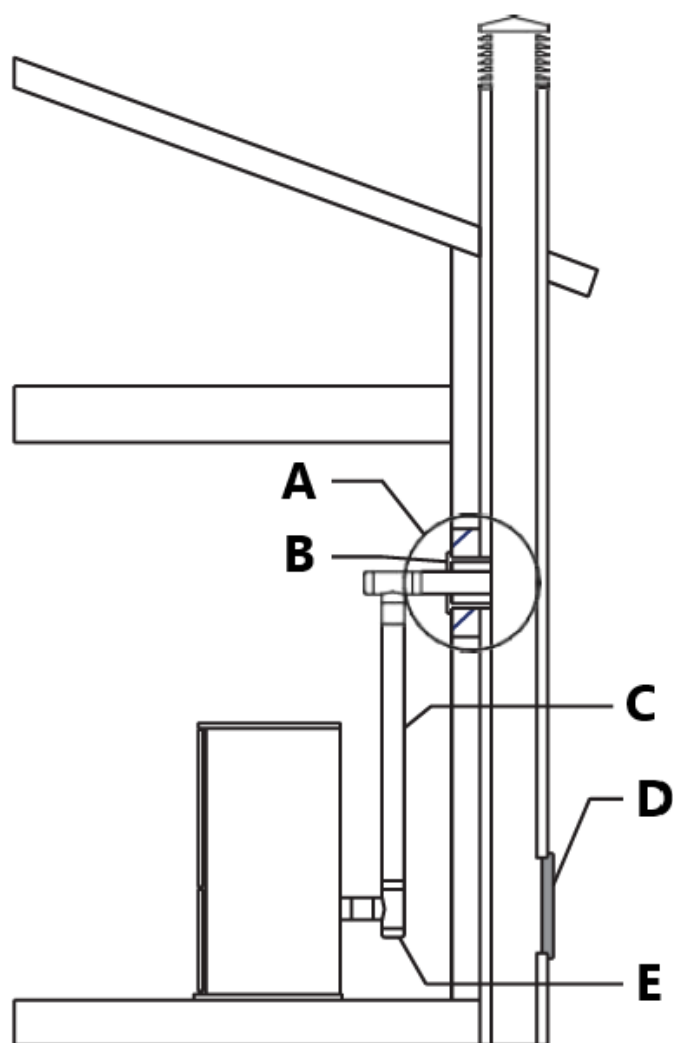

fig. 12
- Se si desidera utilizzare un camino esistente si consiglia vivamente di farlo controllare da uno spazzacamino professionista per assicurarsi che sia completamente ermetico (Fig. 12). Il motivo è che i fumi, essendo leggermente in pressione, possono infiltrarsi in eventuali fessure della canna fumaria e fuoriuscire negli ambienti abitativi. Se dopo l'ispezione si scopre che il camino non è completamente sano, potrebbe essere necessario un risanamento del camino con sfiato PL o tubo in acciaio inossidabile a parete singola per rendere il camino a norma. Se la canna fumaria esistente è sufficientemente larga si consiglia un tubo con diametro massimo di 6" (15 cm).